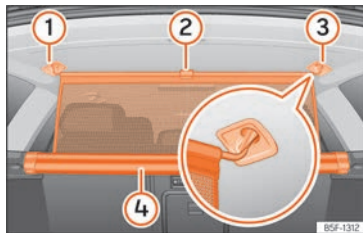

Abb. 138 Im Gepäckraum: Trennnetz einhaken.
- Ziehen Sie die Lasche »» Abb. 138 (2) nach oben, um das Netz aus dem Einsatz (4) zu nehmen.
- Hängen Sie das Trennnetz an der rechten oder linken Seite (3) (vergrößerte Darstellung) ein.
- Hängen Sie das Trennnetz an der Aufnahme der anderen Seite (1) ein, indem Sie an der Stange ziehen.